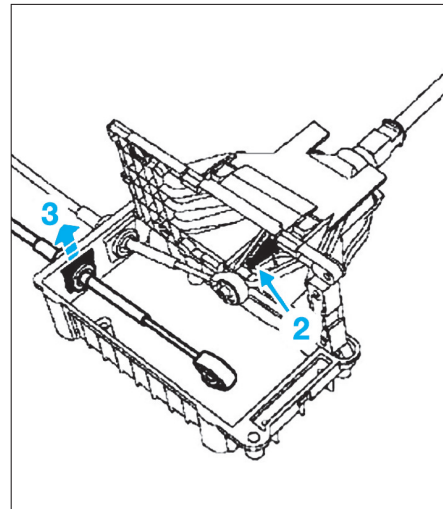

FIG. 15
- Désaccoupler le câble de la rotule (2) (Fig.15).